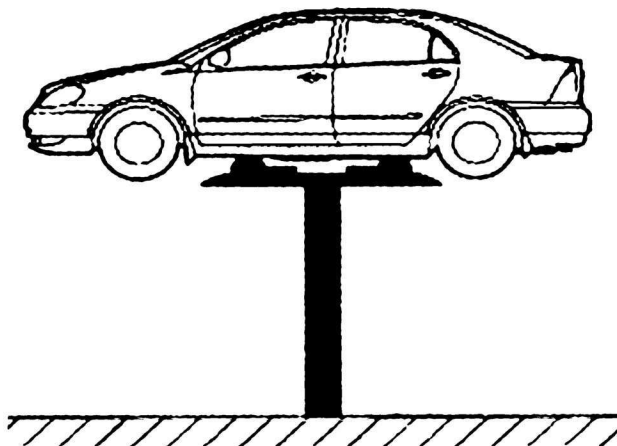

图 1-2-8 工位八
(8) 工位八(举升机升至高位):检查各分泵制动液是否泄漏、发动机机油是否泄漏、更换零件安装状况等,如图 1-2-8 所示。